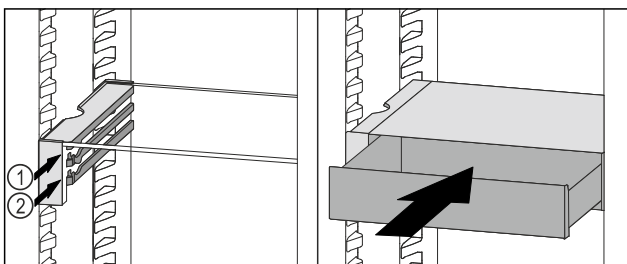

Fig. 170
- ▶ VarioSafe-Schubfach hinter den Stopperr auf gewünschter Rippe *Fig. 170 (1)* oder *Fig. 170 (2)* aufsetzen.